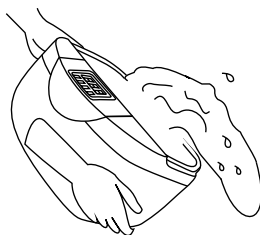

Fig.20
13►Finalmente, despeje a solução contaminada em uma pia apropriada para essa finalidade ou limpeza de instrumentos/artigos procedendo da seguinte maneira: incline cuidadosamente o equipamento para qualquer uma das laterais no lado oposto ao painel de controle, procurando direcionar a água para o canto da cuba de inox que facilitará o descarte da água evitando a entrada de água no equipamento pelos orifícios do mesmo (Fig.20, pág. 16).
- Limpe a cuba de inox e troque a solução de limpeza a cada ciclo para manter a eficácia do procedimento. A solução contaminada deve ser despejada cuidadosamente inclinando-se o equipamento para o lado oposto ao painel de controle, de modo a vertê-lo na pia apropriada para esse tipo de limpeza e/ou descarte (Fig.20, pág.16);